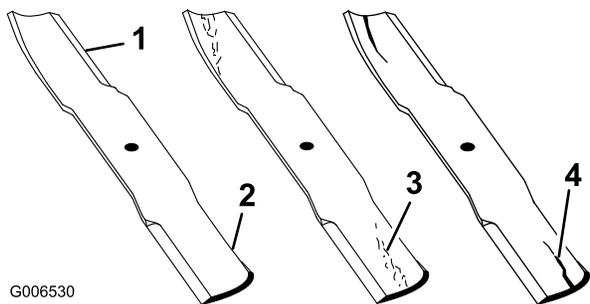

Figura 47
1. Inspeccione los filos de corte (Figura 47).
2. Inspeccione las cuchillas, especialmente la parte curva (Figura 47).
Nota: Si observa daños, desgaste o la formación de una ranura en esta zona (Figura 47, 3 y 4), instale inmediatamente una cuchilla nueva.